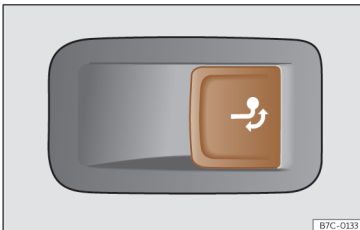

Fig. 172 En el lado derecho del maletero: tecla para desbloquear el gancho de remolque.
- Tire de la tecla >>> fig. 172 brevemente. El gancho de remolque se desbloquea eléctricamente y se gira automáticamente hacia fuera. El testigo de control de la tecla parpadea.
- Tire de la tecla >>> fig. 172 brevemente. El gancho de remolque se desbloquea eléctricamente.
- No pulse nunca la tecla >>> fig. 172 cuando haya un remolque enganchado o vaya montado un portaequipajes u otros accesorios sobre el gancho de remolque.